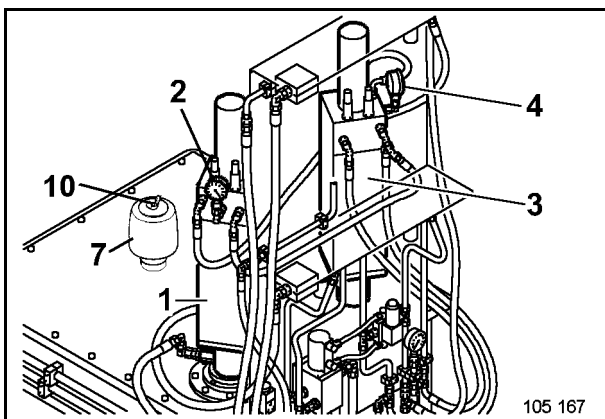

Fig. 3-136:
Dieser Öldruck wird reduziert. Der Druck am Manometer (2, Fig. 3-136:) beträgt 35 – 40 bar (507-580psi) und am Manometer (4) 49 – 51 bar (710-739psi).